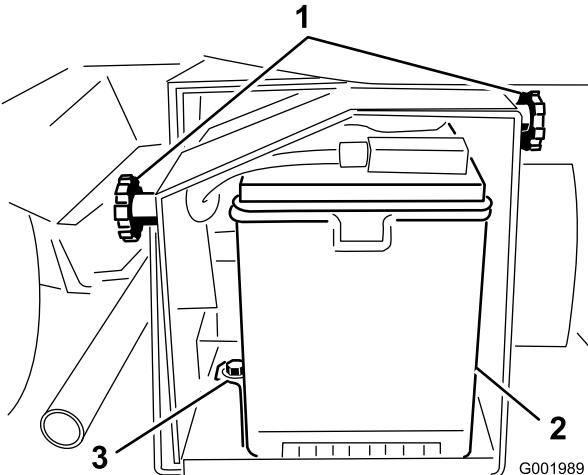

Figura 53
- Desaperte os manípulos na parte lateral da caixa da bateria e retire a cobertura da bateria (Figura 53).
5. Retire as fixações e os fechos da bateria (Figura 53).
2. Coloque a fixação da bateria, assim como os fechos que retirou anteriormente (Figura 53).
4. Coloque a cobertura da bateria e aperte-a com os 2 manípulos (Figura 53).
1. Desaperte os manípulos na parte lateral da caixa da bateria e retire a cobertura da bateria (Figura 53).